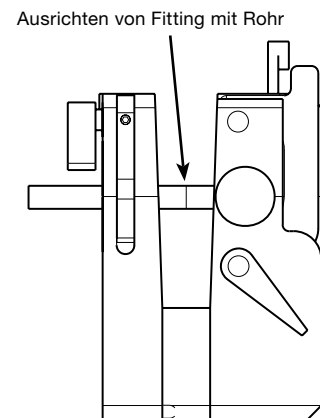

Abbildung 21 Ausrichten des Micro-Fit-Fittings mit dem Rohr
8. Richten Sie den Micro-Fit-Fitting mit dem Rohr aus. Siehe Abbildung 21.